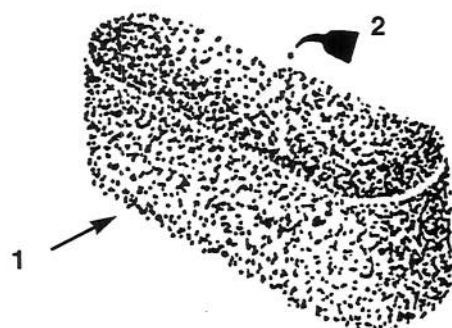

Figure 30
- C. Verser 30 à 60 ml d'huile sur l'élément (Fig. 30). Presser l'élément pour bien répartir l'huile.